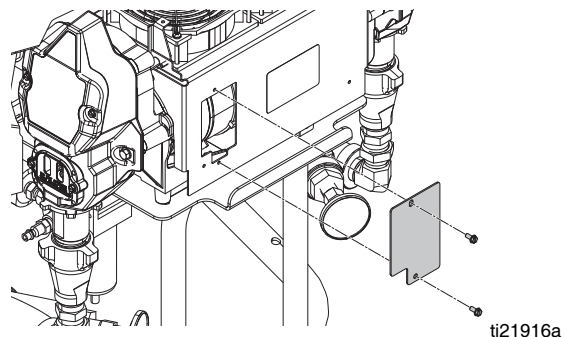

FIG. 19 Escobillas del motor
6. Retire la cubierta del control de pantalla (26). Desconecte los cables del motor tal como se indica:
- a. Quite los dos pernos y acceda a la placa de la cubierta. Vea la FIG. 19 en la página 54.
- b. Retire los dos pernos y la placa de la cubierta de acceso. Vea la FIG. 19 en la página 54.